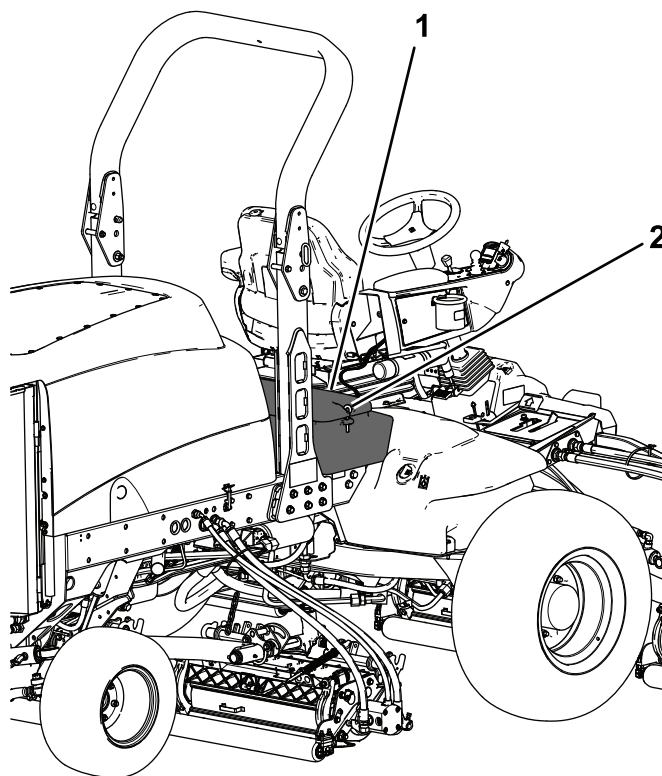

Figura 57
2. Sbloccate e sollevate il pannello comandi dell'operatore (Figura 57).